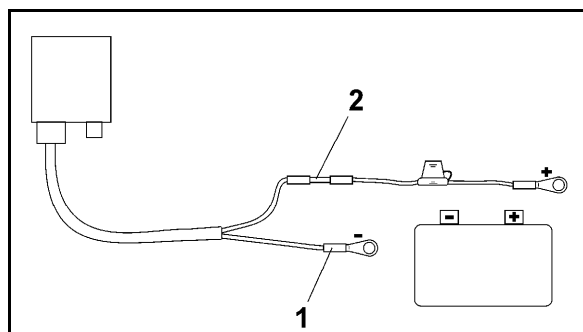

Fig. 5
4. Anslut den blå kabeln (jord) till det lösa ringstycket (Fig. 5/1).
6. För in den bruna kabeln (+ 12 Volt) i hylsan (Fig. 5/2)
8. Värm skarven (Fig. 5/2) med en varmluftspistol eller tändare tills limmet kommer ut